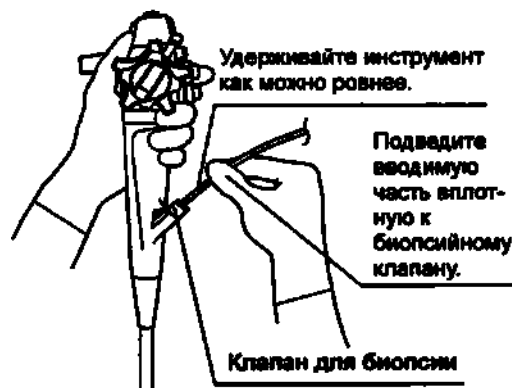

Рис. 2
- 2 Осторожно введите инструмент с закрытыми захватывающими браншами в клапан для биопсии, как показано на Рис. 2.
- 3 Осторожно введите инструмент с закрытыми захватывающими браншами в клапан для биопсии. (см. рис. 2)